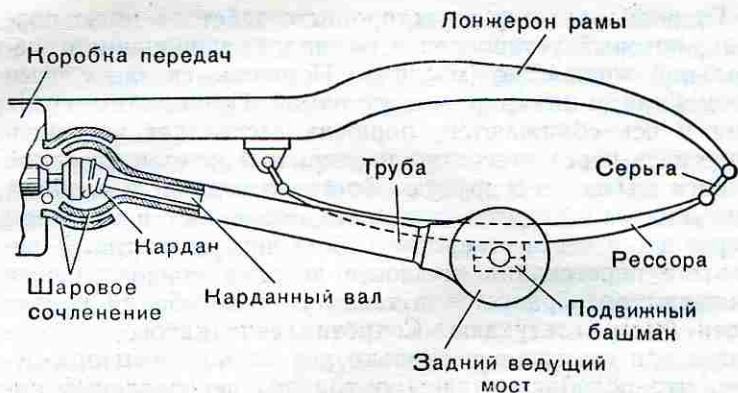

Рис. 58. Передача толкающих и скручивающих усилий карданной трубой
1) *карданной трубой* (рис. 58), шарнирно соединенной с картером коробки передач. При этом передний и задний концы рессор связаны с кронштейнами рамы посредством пальцев и серьги;